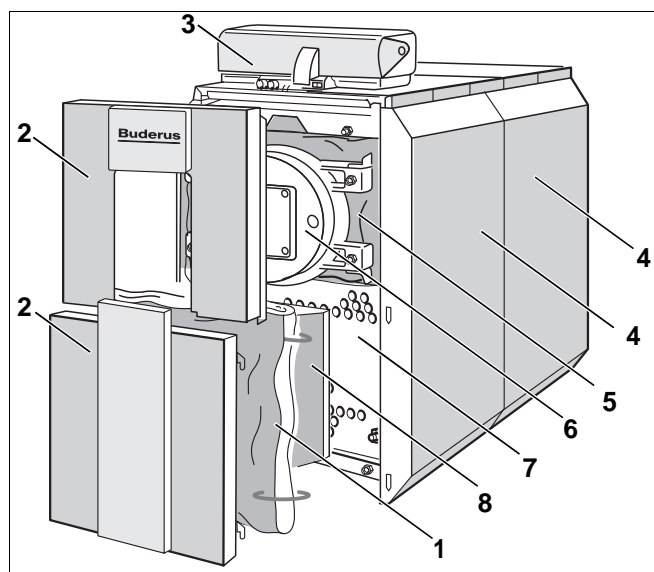

Рис.1 Специальный газовый отопительный котел Logano plus SB615
Основные части специального газового отопительного котла Logano plus SB615 (рис. 1):
- Блок котла (рис. 1, **поз. 7**) с теплоизоляцией (рис. 1, **поз. 1** и **5**) и дверцей горелки (рис. 1, **поз. 6**). Тепло, производимое горелкой, передается в котловом блоке воде, циркулирующей в системе отопления. Дверца предназначена для крепления горелки и закрывания топочной камеры.
- Облицовка котла (рис. 1, **поз. 4**), теплоизоляция (рис. 1, **поз. 1** и **5**) и передние стенки (рис. 1, **поз. 2**). Облицовка котла и теплоизоляция препятствуют потерям энергии.
- Система управления (рис. 1, **поз. 3**). Система управления служит для контроля и управления всеми электрическими компонентами специального газового отопительного котла Logano plus SB615.